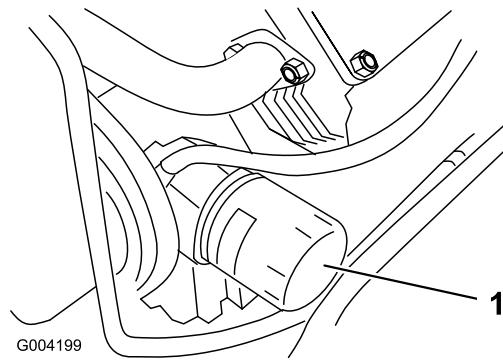

Bild 34
- Entfernen Sie den Altfilter (Bild 34) und wischen Sie die Dichtfläche am Anbaustutzen ab.